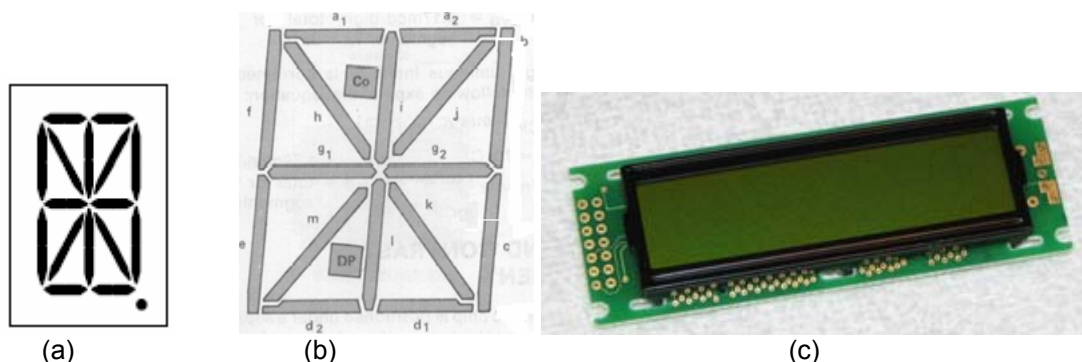

Figura 3.10 Tipos de displays alfanuméricos: (a) 16 segmentos (b) 18 segmentos e (c) LCDs.
3.- **Alfanuméricos:** Concebidos para mostrar números e letras (Figura 3.10). Entre os exemplos deste tipo de displays, displays de 16 ou 18 segmentos e os displays de cristal líquido (LCD).